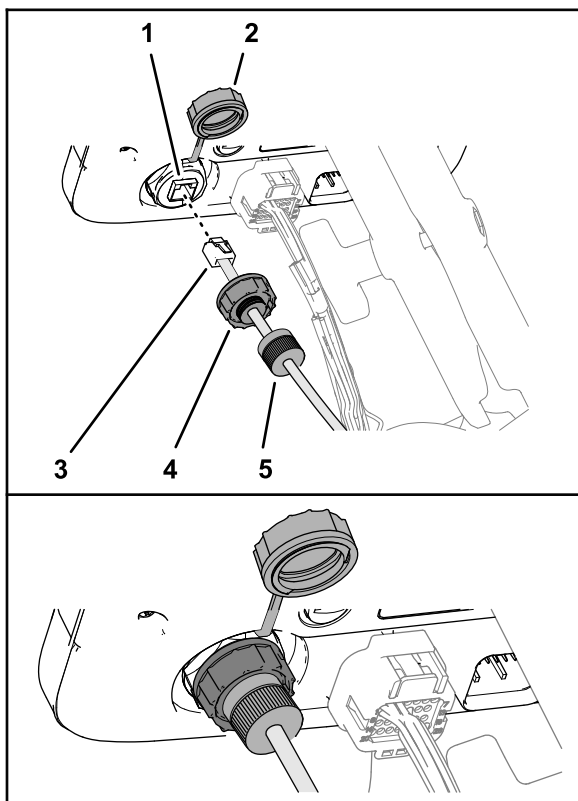

Figura 179
2. En la parte delantera de la pantalla de fumigación, retire el tapón del puerto RJ45 (Figura 179).
3. Enchufe el conector RJ45 del cable de datos del módem marcado X-CONSOLE en el puerto RJ45 de la pantalla de fumigación (Figura 179).
4. Monte la tuerca estanca sobre el puerto RJ45 de la pantalla de fumigación, y apriete la tuerca estanca (Figura 179).
5. Monte la tuerca de compresión sobre la tuerca estanca, y apriete la tuerca de compresión (Figura 179).